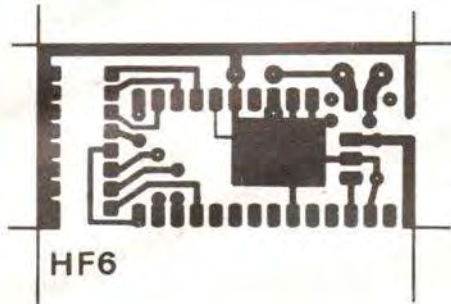

Fig. 12. - CI secondaire.
**b) Le circuit secondaire (fig. 12)**